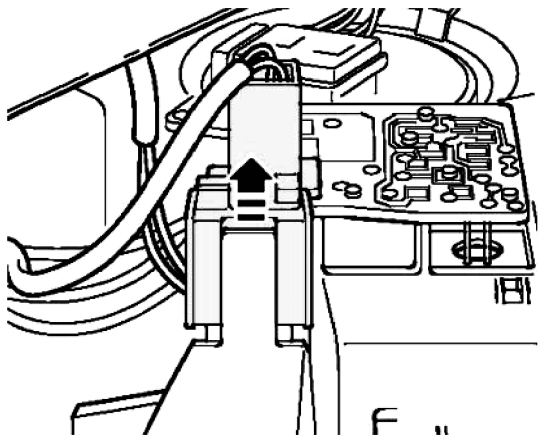

图 5-5-22 拆卸话筒插头
① 关闭点火开关并断开所有用电器，拔下点火钥匙。
② 拆卸前内顶灯和阅读灯。
③ 如图 5-5-22 所示,沿箭头方向将插头从前内顶灯支架上拉出,并断开电话话筒插头。